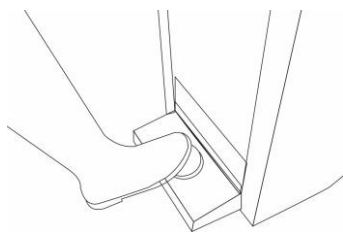

Fig 14
- Coloque el pie encima de la bomba (Fig.14) y actívela comprimiendo y soltando lentamente el pie, durante varias veces, hasta que salga agua por el grifo.